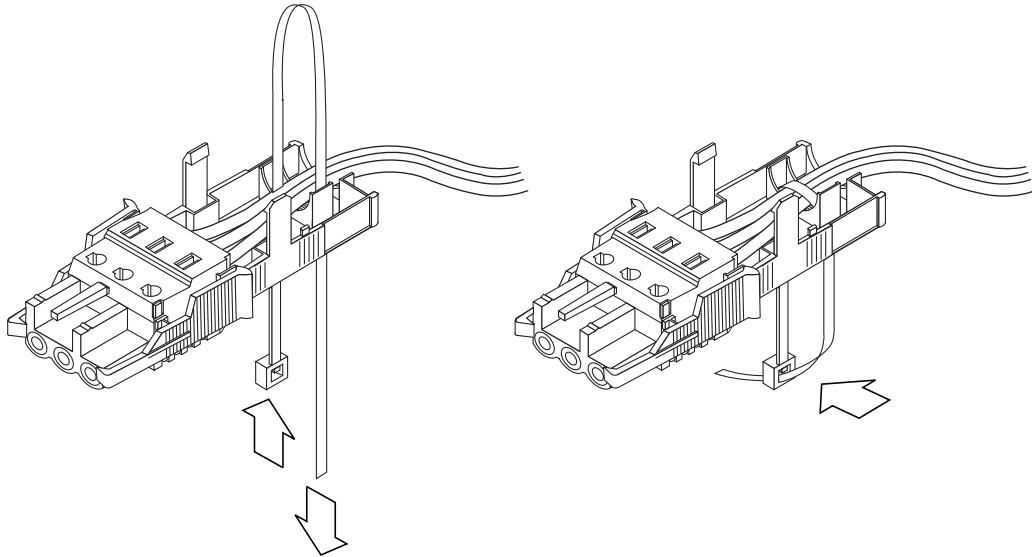

FIGURA 5-8 Fijación de los hilos en la caja de retención
4. Rodee los hilos con la brida y ténsela para asegurar éstos a la caja de retención (FIGURA 5-8).